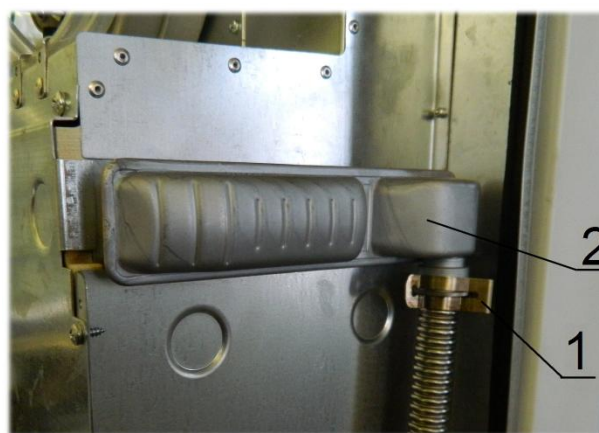
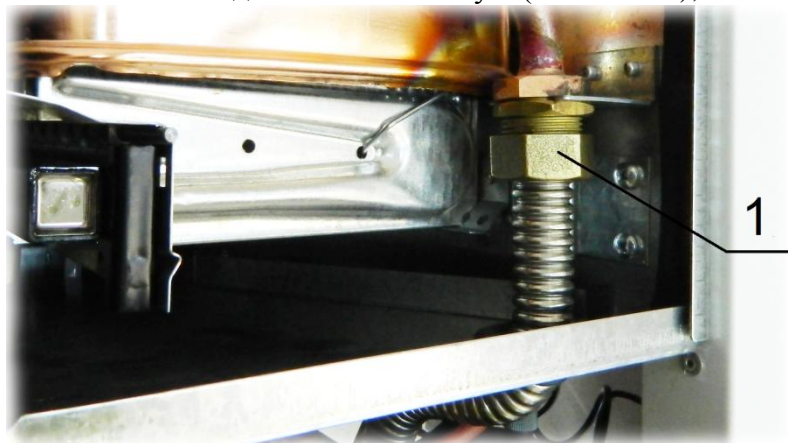

Рис. 23. Демонтаж теплообменника котла «NEVALUX-8230»
Рис. 24. Демонтаж трубы насоса
- 2) снять две клипсы 2 (по одной с каждой стороны) (см. Рис. 23) и снять теплообменник 1, потянув его на себя.
- 4) в котлах «NEVALUX-8224» и «NEVALUX-8624» ключом на 30 отвернуть гайку 1 (см. Рис. 24) крепления трубы, идущей от насоса, к штуцеру теплообменника и отвести трубу в сторону. В котле «NEVALUX-8230» необходимо снять клипсу 1 (см. Рис. 23);